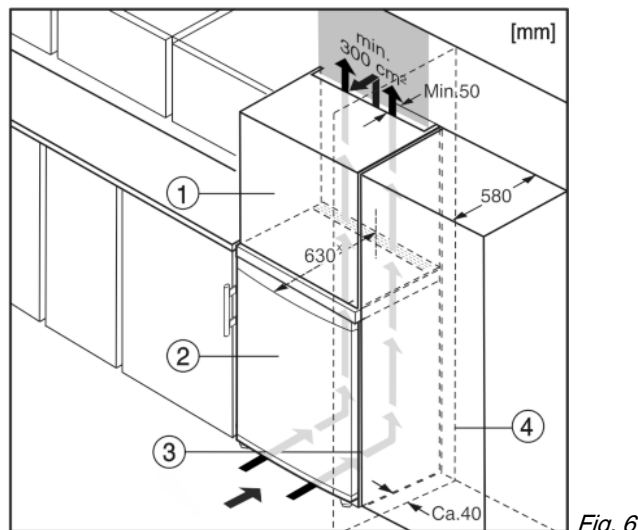

Fig. 6
- (1) Шафа для встановлення на пристрій
(2) Пристрій
(3) Кухонна шафа
(4) Стінка
Пристрій можна комбінувати з кухонними шафами. Для того, щоб пристрій Fig. 6 (2) вирівняти по висоті кухонної секції, на пристрій можна встановити антресольну секцію Fig. 6 (1).*
У разі комбінування з кухонними шафами (максимальна глибина 580 мм) пристрій можна встановлювати безпосередньо поряд із кухонною шафою Fig. 6 (3). Пристрій виступає збоку на 34 мм* і посередині на 50 мм* відносно передньої панелі кухонної шафи.*
Якщо пристрій встановлюється поряд зі стінкою Fig. 6 (4), відстань між пристроєм та стінкою повинна бути не менше 40 мм. Це відповідає необхідній відстані для ручки після відкривання дверцят.